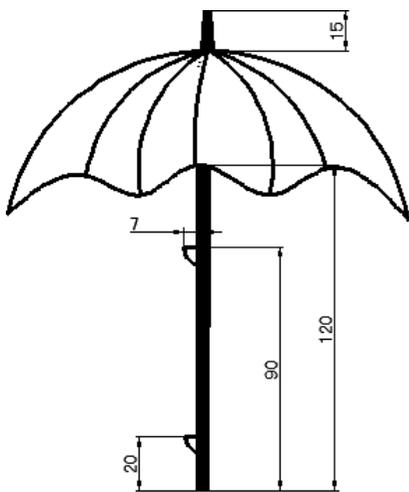

图 17.3.12 添加线性尺寸
Step3. 用 **标注(I)** → **线性(L)** 命令创建线性标注，完成后的图形如图 17.3.12 所示。